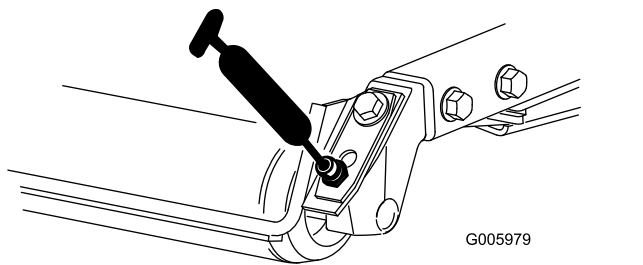

Figura 25
- Rolamentos do cilindro traseiro (2 por cada unidade de corte) (Figura 25)